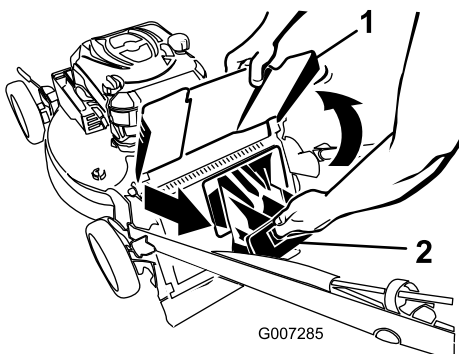

Figura 21
2. Levante y sujete el deflector de descarga (Figura 21).
3. Saque el tapón de descarga trasero (Figura 21).